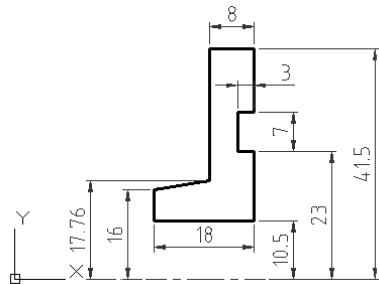

图 10-42 绘制二维图形
(1) 新建图形文件。单击“快速启动”工具栏中的“新建”按钮, 创建一个新图形文件，该图形文件以“BD_制图模板.dwt”为样板。“BD_制图模板.dwt”样板文件位于随书光盘的“CH10”文件夹中。
(2) 另存为文件。将该新图形文件另存为“BD_油泵盖.dwg”。
(3) 绘制二维图形。使用直线绘制命令完成如图 10-42 所示的二维剖面，不必标注尺寸。